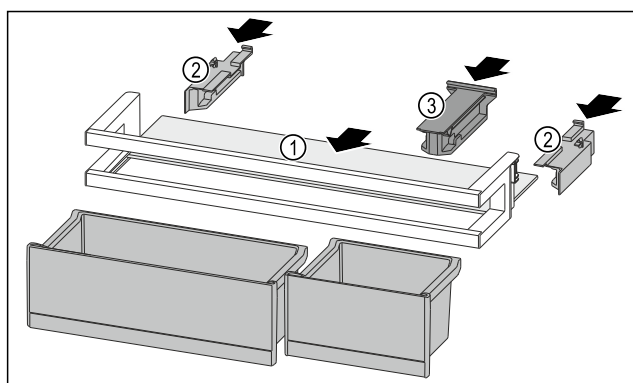

Fig. 201
- ▶ 将搁板 Fig. 201 (1) 推入侧面凹槽。
- ▶ 插入侧面部分 Fig. 201 (2)。
- ▶ 插入定位件 Fig. 201 (3)。